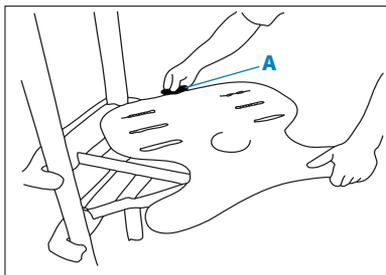

Figura 8a
Figura 8a: El panel para el tronco se puede girar para facilitar las transferencias hasta un inodoro fijo. Esta función no está disponible cuando el panel para las rodillas está montado. El panel para el tronco debe estar horizontal antes de utilizar la función de basculación.
Figura 8a: La rotación del panel para el tronco se puede ajustar en incrementos de 15° utilizando el cierre de basculación. Presione hacia abajo con fuerza el asa del cierre de basculación (A) mientras gira el panel para el tronco. Suelte el cierre y deje que encaje en la posición más cercana. El panel para el tronco se puede girar 180°.